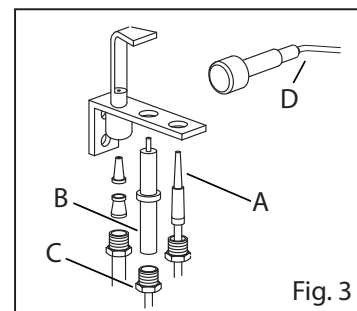

Fig. 3
- Dévisser le thermocouple du pilote (Fig. 3/A)
- Débrancher le câble de haute tension de la bougie (Fig. 3/B)
- Dévisser l'écrou (Fig. 3/C)
- Débrancher le câble de haute tension (Fig. 3/B)
- Débrancher le câble de l'allumeur piézoélectrique (Fig. 3/D)